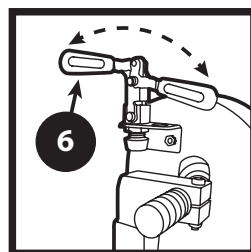

FIGURE 4
6. Pour installer ou retirer une bande abrasive, pousser la poignée de mise en tension vers l'arrière de la machine. (Figure 4) Lorsque la tension du ressort est relâchée, ouvrir la porte de la garde et installer ou retirer la bande abrasive. Replacer la poignée de mise en tension à sa position à l'avant de la machine pour serrer la bande.